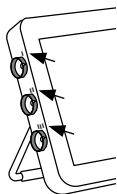

Figur 15 Plasser et nytt batteri slik at tapen vender ned
d) Sette på plass det nye batteriet (figur 15)